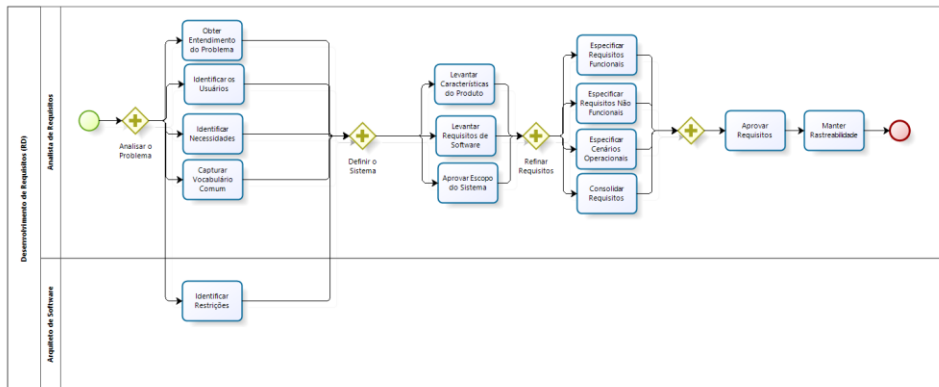

Figura 8. Fluxo da área de processo RD
3.3.6. Desenvolvimento de Requisitos (RD)
O objetivo da área de processo Desenvolvimento de Requisitos (RD) é fornecer subsídios para produzir e analisar os requisitos de cliente, de produto e de componente de produto. O fluxo de trabalho desta área está ilustrado na Figura 8.